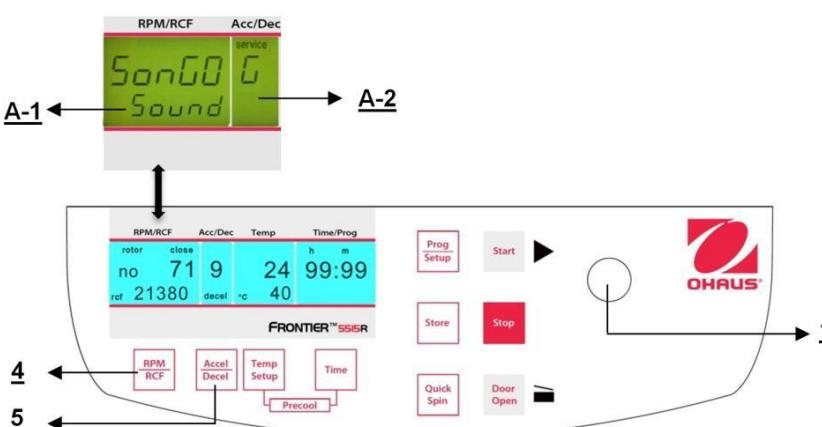

Figure. 35
Poursuivre conformément à la description du paragraphe 4.1.2 pour entrer dans ce mode de programme et appuyer ensuite sur la touche "Accel/Decel" (5). Sur l'affichage "Acc/Dec" (A-2), le mot "Service" clignote. Sélectionner maintenant la lettre "G" avec le bouton de réglage (1). Ceci entraîne l'apparition des mots "SonGo/Sound" sur l'affichage "RPM | RCF" (A-1). Après avoir appuyé sur la touche "RPM | RCF" (4), il est possible de sélectionner une sonorité avec le bouton de réglage (1). (voir la figure 35)